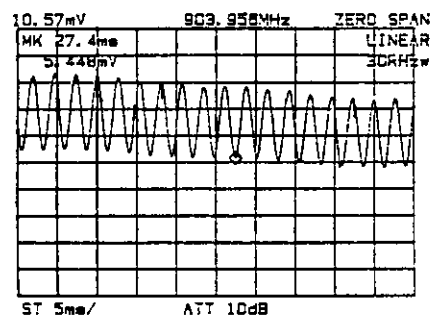

図 4-8 E_{min} の読み取り
手順⑮ マーカを波形の最低値に合わせ、そのレベル E_{min} を読みます (図 4-8)。